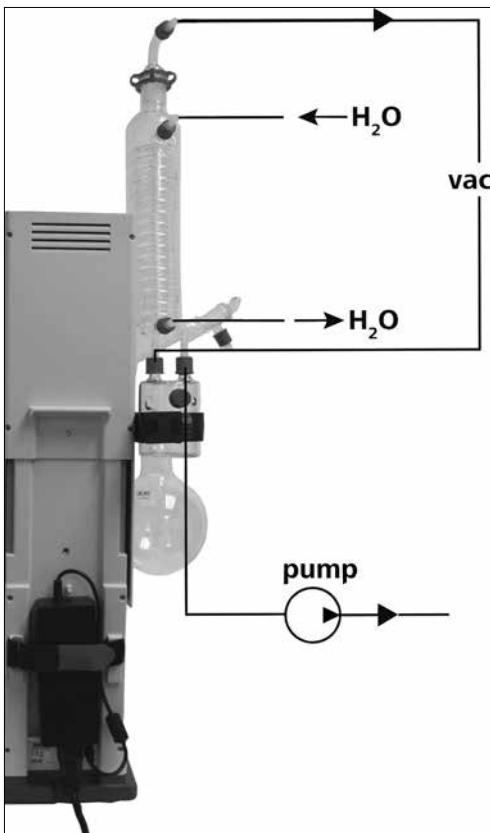

Fig. 20
- Schließen Sie die Wasserschläuche ( $H_2O$ ) nach dem Gegenstromprinzip am Kühler an. (Fig. 20)